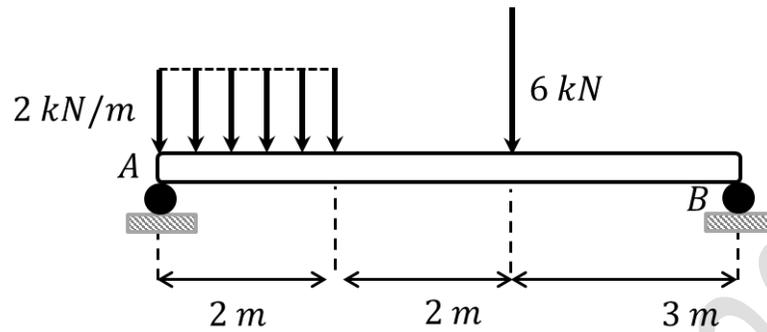

Fig. 8.40.
8.16.- Realice un diagrama de fuerza cortante y torque flector de la viga montada en los soportes AB y sometida a una carga distribuida homogénea como se muestra en la Fig. 8.40.